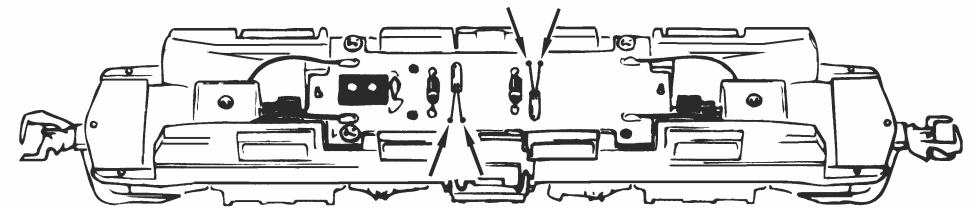

Fig. 5
3. Lämpchenwechsel: Bitte nehmen Sie zuerst das Lokgehäuse ab (Fig. 3). Danach können Sie die **Lämpchen** wechseln (Fig. 5).
3. Remplacement des ampoules: Veuillez démonter d'abord la caisse de votre locomotive (fig. 3), puis vous pouvez **échanger les ampoules** (voir fig. 5)
3. Change of lights: First remove loco body (fig. 3) and then change **lights** (fig. 5).